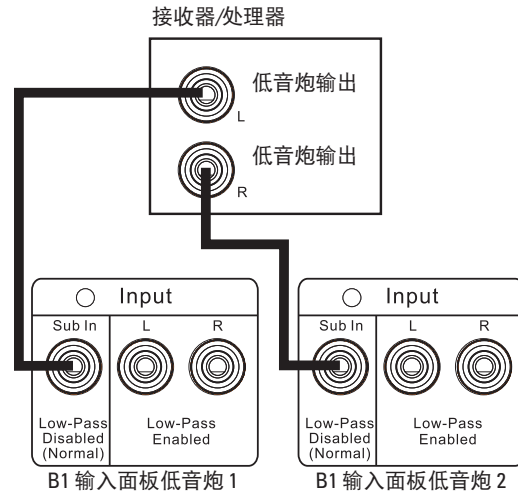

图 13: 连接多个低音炮
2. 使用随附的 RCA 跳接线，将处理器/接收器的其中一个低音炮或 LFE 输出连接至第一个 B1 背部的 Sub In（低音炮输入）连接器，如图 13 所示。